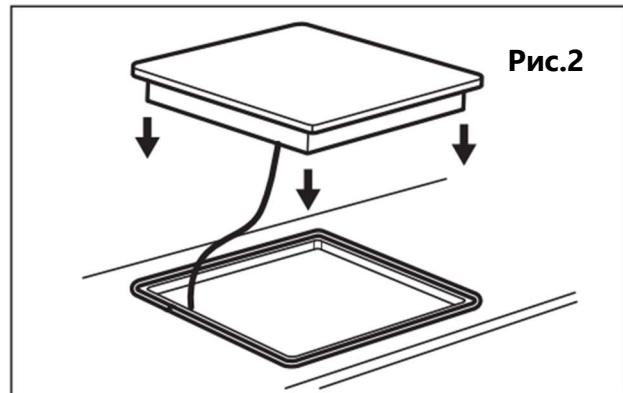

Рис.2
4. Переверните прибор в нормальное положение, выровняйте по вырезу столешницы и установите прибор (рис.2) .